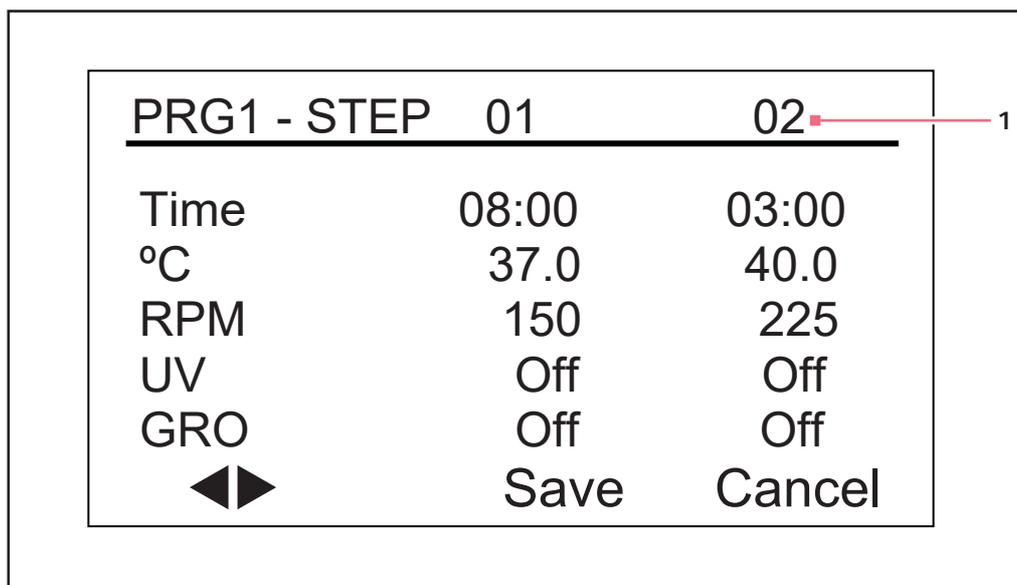

Fig. 9-12: Programme 1, étape 2
3. Tourner le bouton pour la mise en relief du réglage de temps (00:00 (voir Fig. 9-12 à la page 63) dans l'exemple d'écran), puis cliquer sur le bouton. Le champ se met à clignoter.
4. Tourner le bouton jusqu'à la durée souhaitée pour cette étape (de 00:01, qui signifie une minute, jusqu'à 99:59), puis cliquer sur le bouton pour sauvegarder le réglage. Dans cet exemple, la valeur de l'étape *Step 1* est réglée sur *8 hours* (voir Fig. 9-12 à la page 63).
6. Pour régler la température désirée (°C de 4.0 à 80.0) dans la période définie, tourner le bouton (vers la gauche pour diminuer et vers la droite, pour augmenter la valeur). Lorsque la valeur désirée apparaît, cliquer sur le bouton pour sauvegarder le réglage. Ici, la température de l'étape *Step 1* est réglée sur 37.0 °C (voir Fig. 9-12 à la page 63).
8. Tourner le bouton pour sélectionner la vitesse d'agitation désirée (25 à 400 RPM) de cette période, puis cliquer sur le bouton pour enregistrer le réglage. La vitesse de l'étape *Step 1* est réglée sur *150 RPM* (voir Fig. 9-12 à la page 63).
9. Si vous n'avez pas la lampe *UV* optionnelle, sauter cette étape. Si vous avez la lampe *UV* (paramétrée sur *Off* par défaut) et que vous souhaitez qu'elle soit allumée pendant la période de temps que vous avez définie, appuyer sur le bouton de commande pour sélectionner le champ (il va se mettre à clignoter), tourner le bouton pour sélectionner *On*, puis appuyer sur le bouton pour sauvegarder le réglage. Dans l'exemple, *Step 1* (voir Fig. 9-12 à la page 63) la lampe *UV* reste sur *Off*.
10. Si vous ne disposez pas des lampes *GRO* optionnelles, sauter cette étape. Si vous avez les lampes photosynthétiques (paramétrées par défaut sur *Off*) et que vous souhaitez qu'elles soient allumées pendant la période de temps que vous avez définie, appuyer sur le bouton de commande pour sélectionner le champ (il va se mettre à clignoter), tourner le bouton pour sélectionner *On*, puis appuyer sur le bouton pour sauvegarder le réglage. Dans l'exemple *Step 1* (voir Fig. 9-12 à la page 63), la lampe, *GRO* reste sur *Off*.
11. Pour programmer l'étape 2 (voir Fig. 9-12 à la page 63) : Tourner le bouton de commande pour sélectionner *DISP* dans l'angle inférieur gauche de l'écran. Appuyer sur le bouton pour que les flèches clignotent, puis tourner le bouton vers la droite jusqu'à ce que *Step 2* apparaisse. Appuyer sur le bouton pour éditer cet écran, et répéter les étapes Steps 3 – 10. Toutes les étapes affichées sur le côté droit de l'écran sont paramétrables (voir Fig. 9-12 à la page 63), il s'agit de l'étape 2). Pour passer d'une étape à une autre, sélectionner les flèches (en bas à gauche), puis tourner le bouton de commande dans le sens des aiguilles d'une montre ou dans le sens inverse, puis sélectionner l'étape désirée.